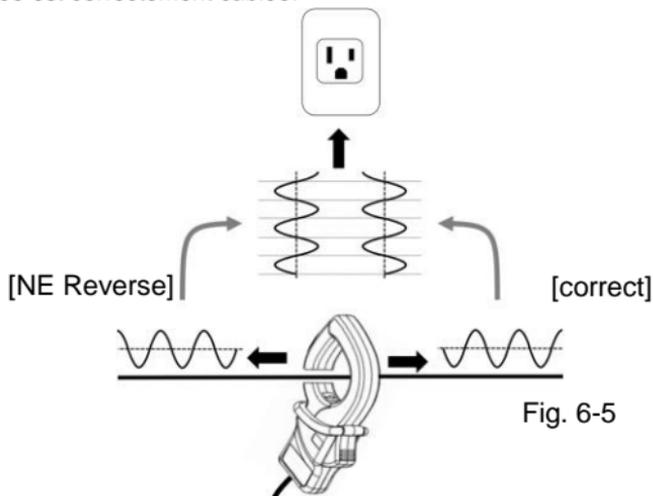

Fig. 6-5
- Comme le montre la figure 6-5, la phase de la tension d'essai appliquée à un fil neutre (N) change de 180 degrés en fonction de l'orientation de la pince d'injection de tension d'essai. KEW 4506 effectue l'essai de prise en fonction de la polarité (différence de phase) du signal de tension d'essai ; par conséquent, si l'orientation de la pince d'injection de tension d'essai est incorrecte, KEW 4506 considère comme [NE Reverse] même si la prise contrôlée est correctement câblée.
Selon l'orientation de la pince d'injection de tension d'essai, comme expliqué à la figure 6-5 à la clause précédente, KEW 4506 peut juger que [NE Reverse] même si la sortie est correctement câblée comme indiqué à la figure 6-15 (sortie câblée à un disjoncteur de branchement [B]).